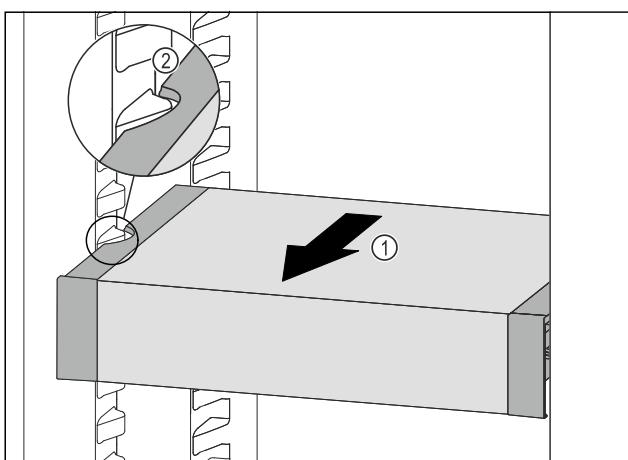

Fig. 156
▶ 向前拉动 VarioSafe Fig. 156 (1), 直至 VarioSafe 的侧部凹槽与冷藏区中的容器肋梁持平。 Fig. 156 (2)